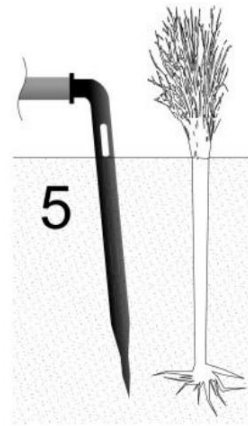

Рис.5
11. Установите капельницы (5) максимально близко к растению, но не повреждая корневую систему, как указано на рис.5.